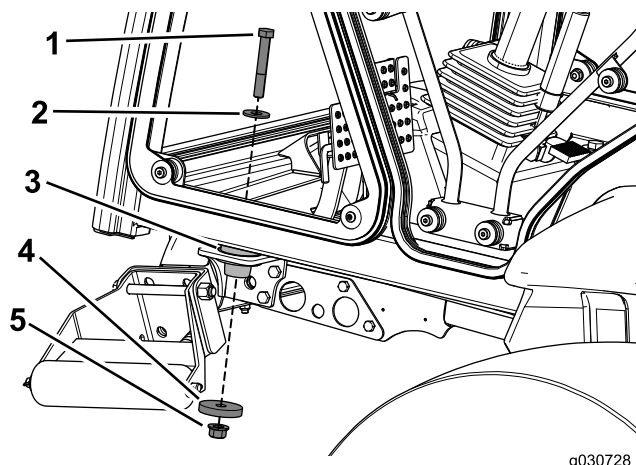

Figura 28
6. Utilice un perno ($\frac{1}{2}$ " x $3\frac{1}{4}$ "), una arandela de 1-3/8", una arandela de $2\frac{1}{4}$ " y una contratuerca ($\frac{1}{2}$ ") para sujetar la cabina a los soportes de montaje delanteros de la máquina (Figura 28).